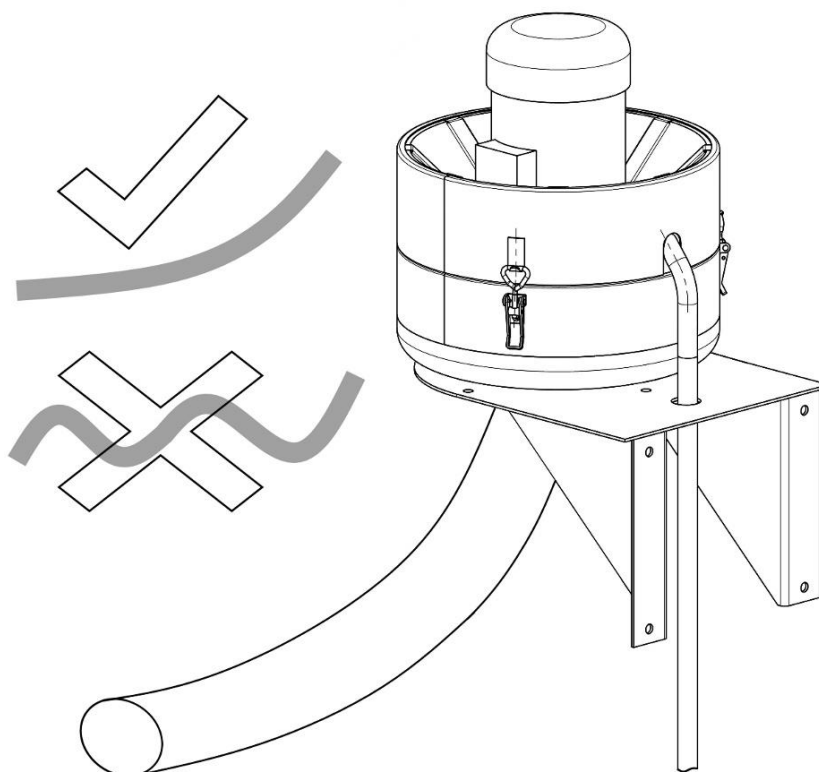

Рисунок 3
5.1.4 **ВНИМАНИЕ!** Гибкий шланг должен быть свободным, с гарантированным снижением, без петель и лишних изгибов, его конец не должен быть погружен в жидкость или заблокирован любым другим способом (рисунок 3).